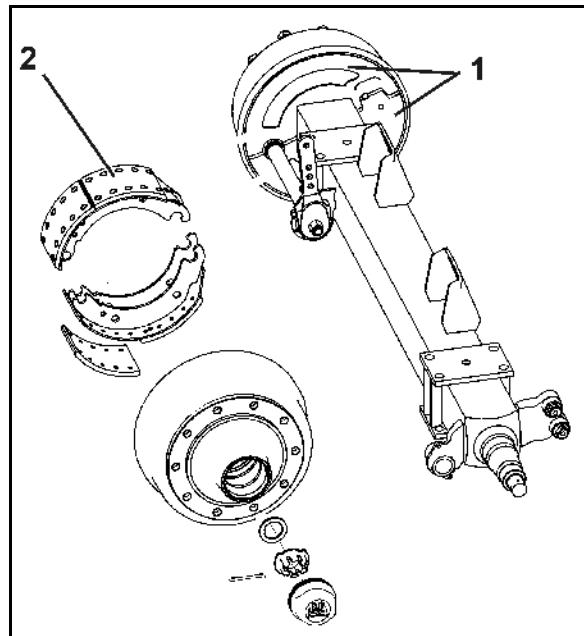

Рис. 117
1. Выверните болты и снимите оба защитных кожуха (Рис. 117/1) с внутренней стороны тормозного барабана.
Грязь может скапливаться на тормозных накладках (Рис. 117/2) и значительно снижать эффективность торможения.